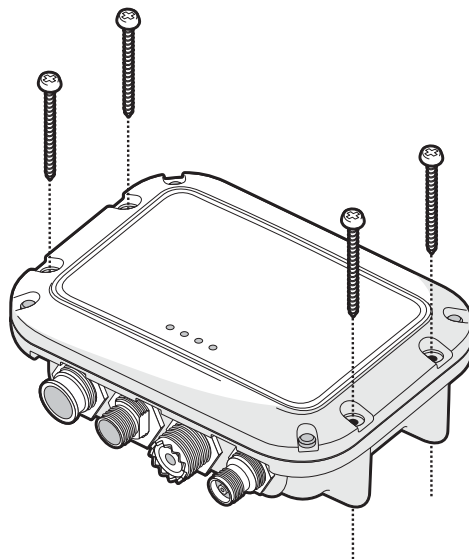

Figura 6 Montaggio di Ricetrasmittente AIS
- Il prodotto viene fornito con quattro viti autofilettanti che consentono di montare Ricetrasmittente AIS su una superficie adatta. Consultare Figura 6 per maggiori informazioni.